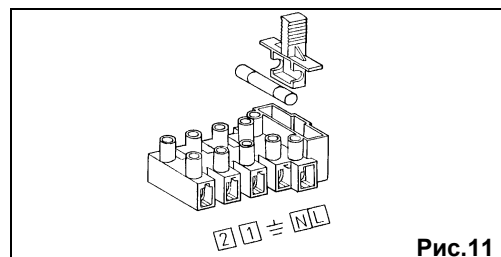

Рис.10
- для доступа к контактам снимите крышку (рис. 10)